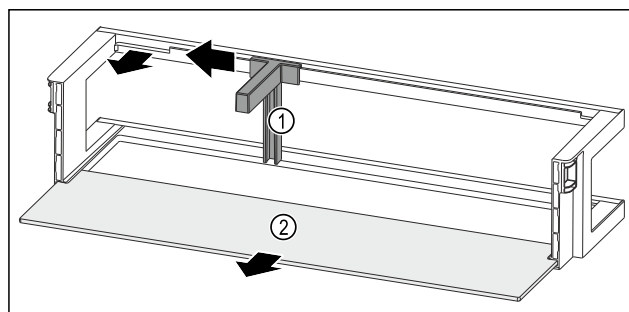

Fig. 181 Дверная полка с держателем для бутылок и съемной полкой
- ▶ Сместите держатель для бутылок Fig. 181 (1) до выемки в сторону.
- ▶ Извлеките держатель для бутылок Fig. 181 (1).
- ▶ Извлеките съемную полку Fig. 181 (2).